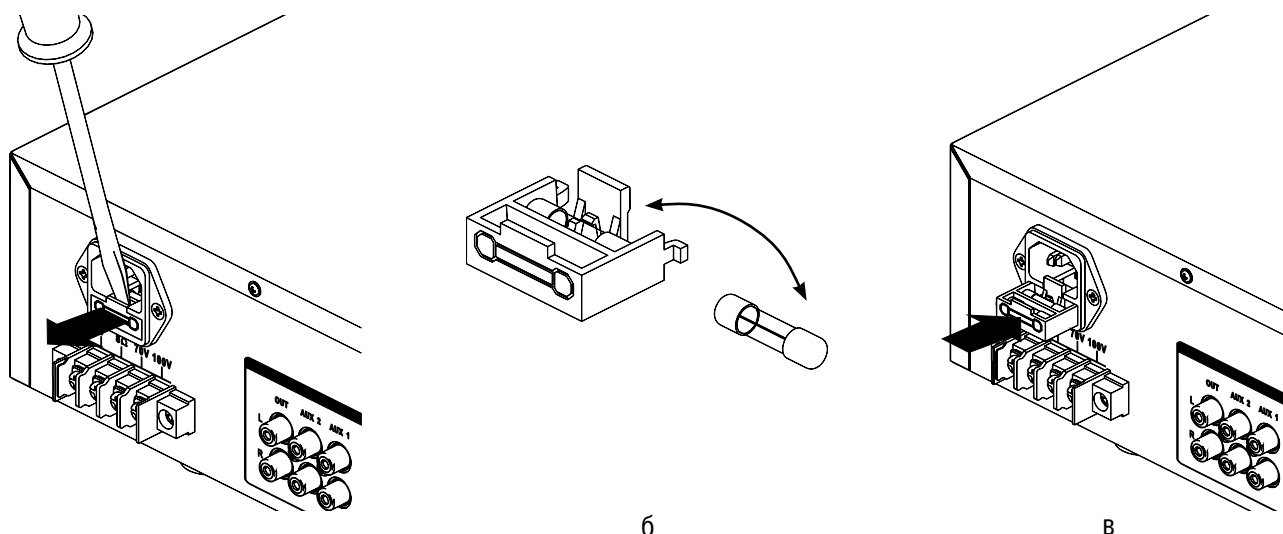

Рисунок 11.1 Порядок замены перегоревшего предохранителя
2. Извлеките крышку предохранителя из транзисторного усилителя аккуратно поддев её шлицевой отвёрткой (**Рис. 11.1, а**).
3. Замените перегоревший предохранитель исправным, предварительно убедившись, что в крышке не осталось посторонних предметов (**Рис. 11.1, б**).
4. До упора вставьте крышку с исправным предохранителем в транзисторный усилитель (**Рис. 11.1, в**).